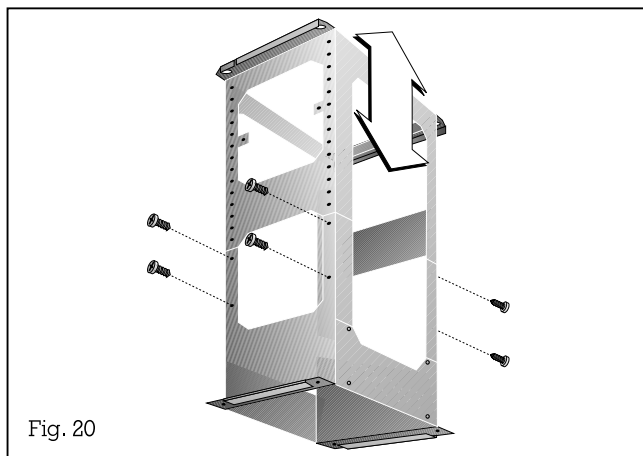

Fig. 20
4. Réglez la hauteur souhaitée pour le bâti porteur et serrez les 8 vis (ou les 12 vis s'il s'agit de la cheminée longue). La longueur du bâti porteur est réglable par pas de 20 mm (fig. 20).